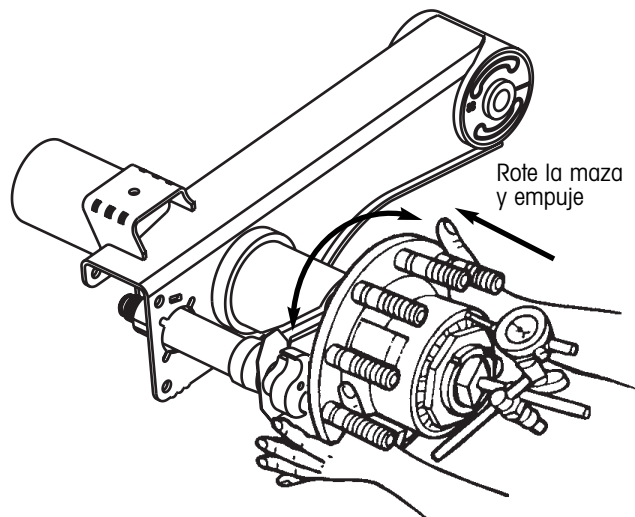

Figura 58. Empuje la maza hacia adentro mientras rota en ambas direcciones
3. Agarre la maza en las posiciones de las tres y las nueve horas. Rote la maza en ambas direcciones mientras empuja la maza hacia adentro hasta que la lectura del indicador de carátula permanezca constante (figura 58).